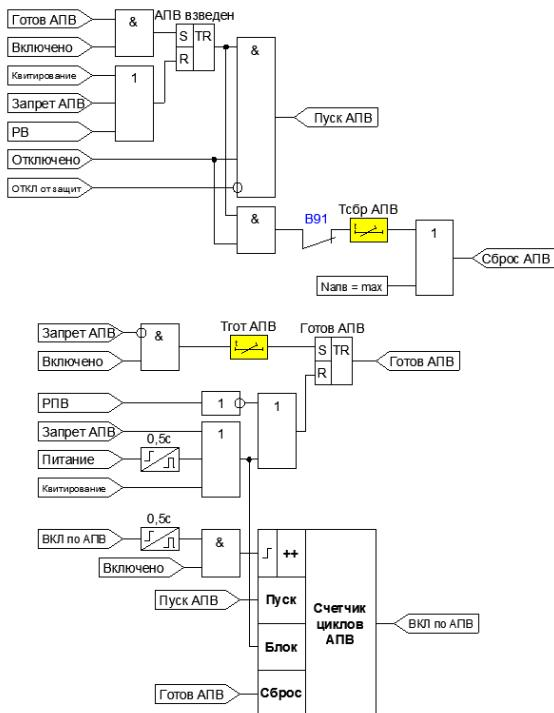

Рисунок 4.2.2 – Функциональная схема АПВ
- после включения ВВ набрана задержка времени готовности, появился сигнал готовности и выключатель продолжает оставаться включенным (Рисунок 4.2.2);